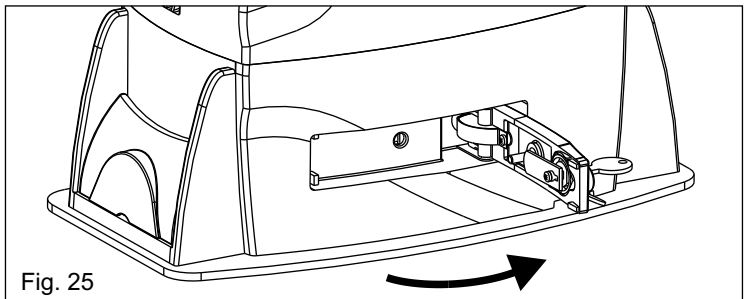

Fig. 25
- Tirer le levier de déverrouillage jusqu'à la battue, 90° environ (Fig.25).